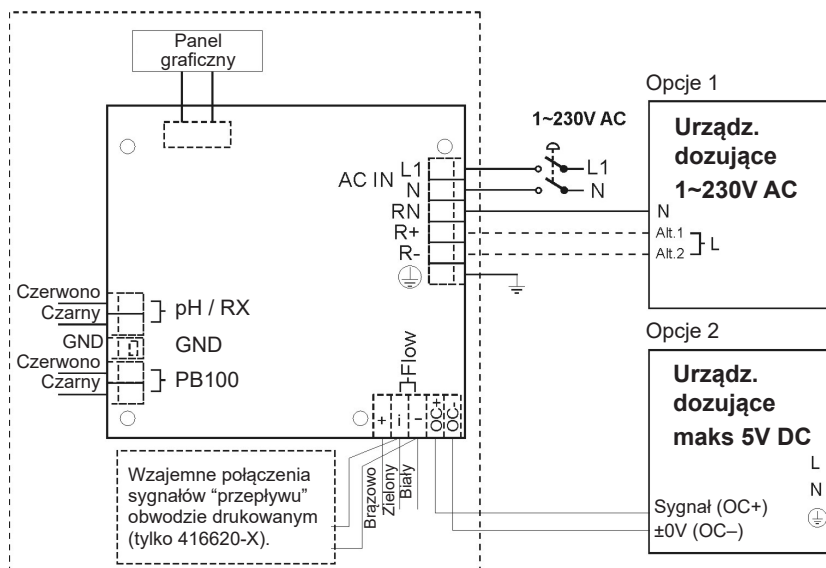

Rys. 5
Odkręcić cztery śruby pokrywy. Obudowę kontrolera można łatwo ustawić w pozycji otwartej w celu ułatwienia pracy przy instalacji (patrz Rys. 5). **UWAGA!** Upewnij się, że płaski kabel prowadzący od obwodu drukowanego do pokrywy nie jest zakleszczony.
1. Zakręć zmierzoną wodę. Zwolnij uchwyt (E) i wysuń moduł. Poluzuj złącze BNC elektrody na kontrolerze (patrz Rys. 5), zanim elektroda pH zostanie odkręcona od modułu. Przyłącz złącze BNC z powrotem do kontrolera.
3. Kalibruj urządzenie pH przez jednoczesne naciśnięcie przycisków (J) oraz (K) i przytrzymanie ich przez co najmniej 2 sekundy. Aby potwierdzić, że kalibracja jest w toku, dioda LED szybko miga (ok. 5 razy/sek.), a na końcu miga powoli.
7. Aktywuj tryb automatyczny naciskając przycisk (H). Aktualna wartość (pH) jest obecnie stabilna, a MiniMaster, jeśli będzie konieczne, będzie sterować dozowaniem pH: